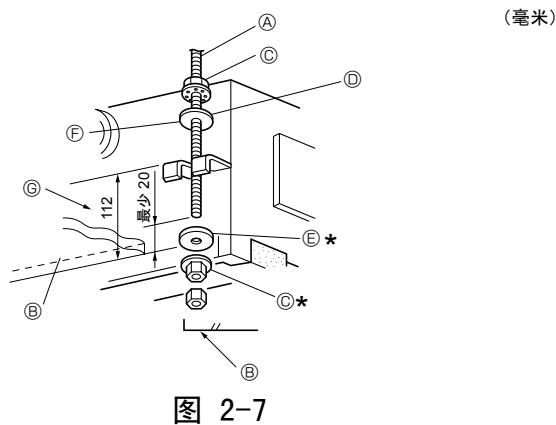

图 2-7
1. 事先将垫圈 ① ② (提供的) 和螺母 (在当地购买的) 拧到挂环螺栓上。(图 2-7)